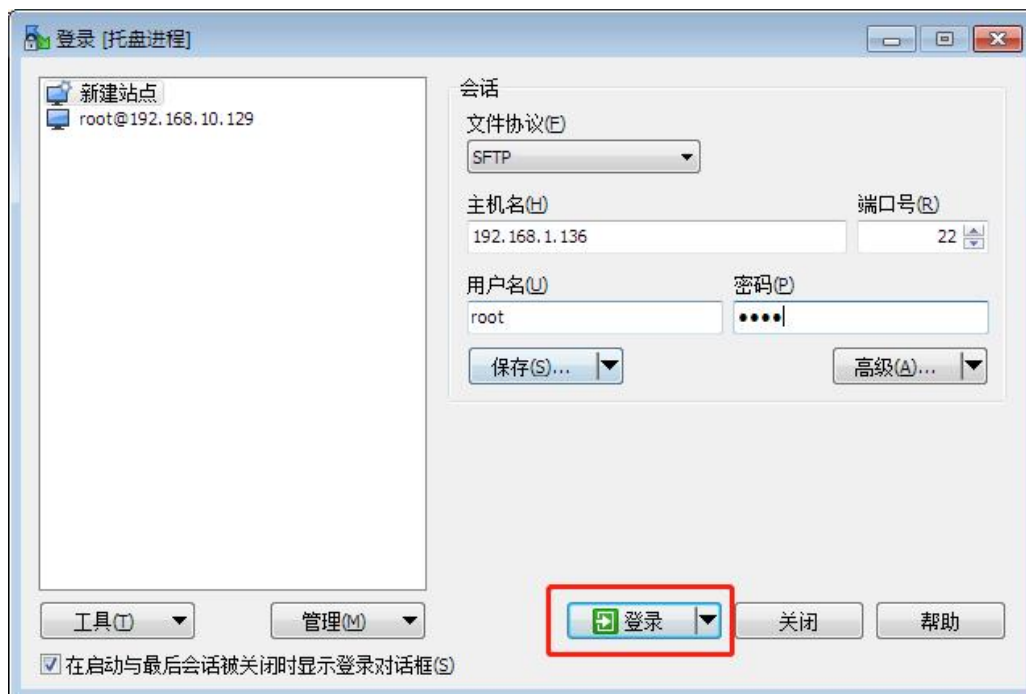

图 4.7 登录主站
(7) 启动主站。AWStudio 需要启动 EtherCAT 主站才能正常使用。打开“开发资料包/tools/常用辅助工具/winscp553setup.exe”工具，输入 IP: 192.168.1.136，用户名: root，密码: root，点击登录，如图 4.7 所示。